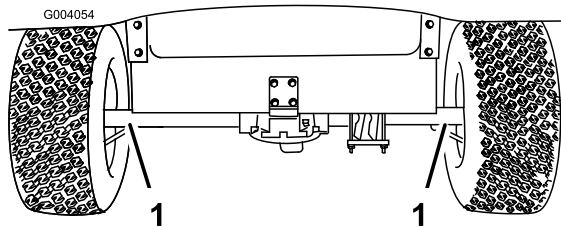
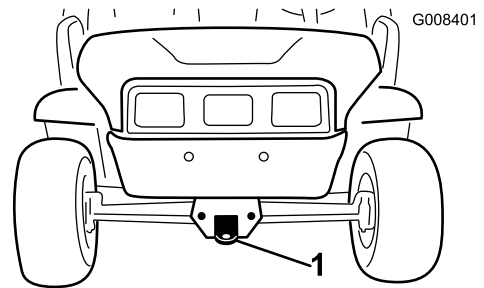

Figura 20
Figura 21
Para transportar el vehículo largas distancias, debe llevarse el vehículo sobre un remolque. Asegúrese de que el vehículo está firmemente sujeto sobre el remolque. Consulte en Figura 20 y Figura 21 la ubicación de los puntos de amarre.
2. Conecte un cable de remolque al punto de remolque, en la parte delantera del bastidor (Figura 21).